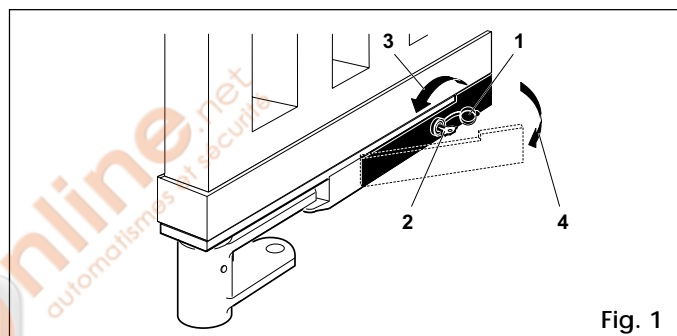

Fig. 1
Le dispositif est fixé sur la patte de support du portail (fig. 1-rep. 6) et permet de débloquent le système tant de l'intérieur que de l'extérieur de la propriété.
Lubrifier périodiquement l'axe et la bille dans la patte de support à travers le trou prévu à cet effet fig. 1-rep. 13.
Toujours maintenir lubrifiés les axes de l'ensemble bielle-manivelle, le pignon et l'engagement de la serrure sur la patte de blocage (fig. 1-rep. 5) et vérifier l'efficacité du système de déverrouillage qui permet le fonctionnement manuel.
- ouvrir le capot de protection de la serrure (fig. 1-rep. 1)
- insérer la clé de déverrouillage dans la serrure (fig. 1-rep. 2)
- tourner la clé dans la direction du pilier jusqu'à l'arrêt (fig. 1-rep. 3)
- tirer la clé vers soi (fig. 1-rif. 4)